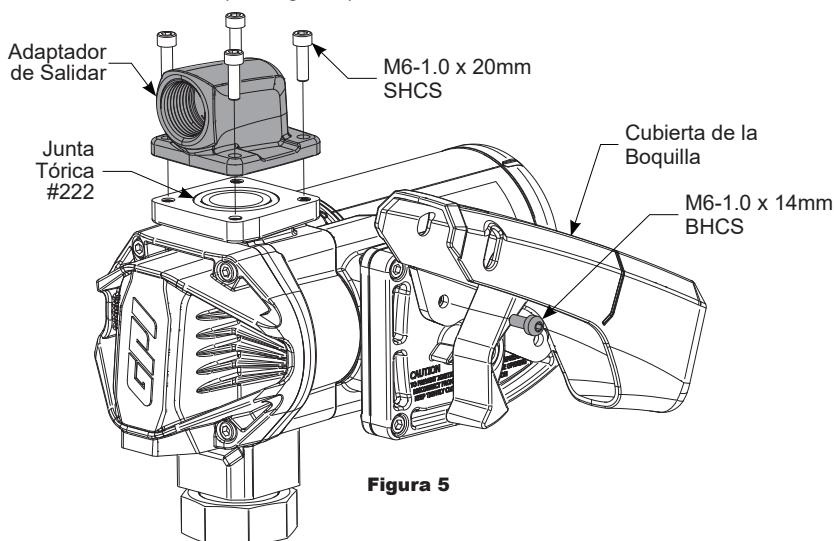

Figura 5
Con una llave hexagonal de 4 mm, instale la cubierta de la boquilla usando 1) M6-1.0 x 14mm BHCS en el orificio inferior (vea Figura 5).
3. Con una llave hexagonal de 5 mm, instale los (4) M6-1.0 x 20mm SHCS en el adaptador de salida NPT de 1 pulg. en la dirección deseada en el puerto de salida (vea Figura 5).